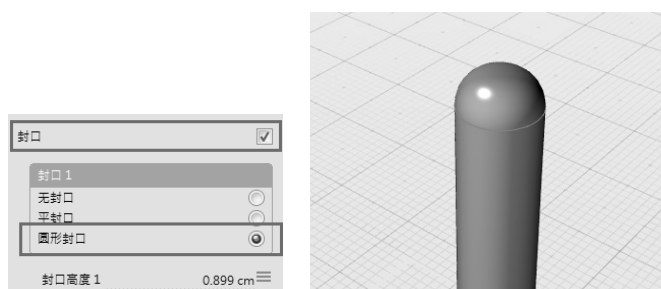

图 5-22 设定圆形封口（左）以获得结果（右）
3) 在控制面板中，勾选“封口”复选框，并为“封口 1”设定“圆形封口”，可在透视图中观察圆形封口结果，如图 5-22 所示。